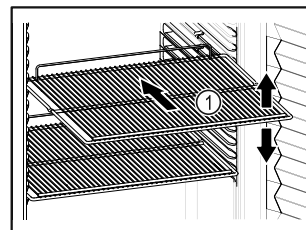

Fig. 52 Примерно изображение
- ❑ Ако стелажите за съхранение Fig. 52 (1) могат да се местят, регулирайте ги според височината.